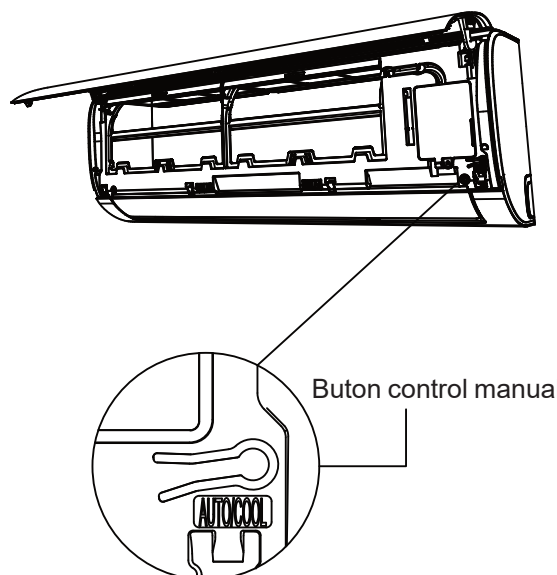

Fig. 9.1
2. Butonul pentru control manual este localizat în partea dreaptă a panoului, apăsați butonul de 2 ori pentru a activa modul COOL vezi FIG 9.1